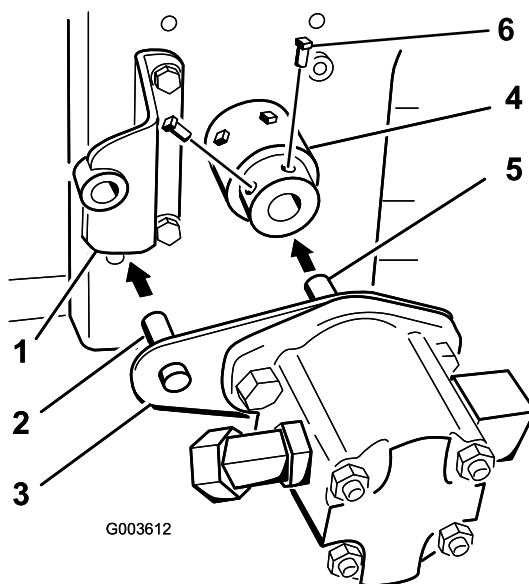

Figure 20
9. Insérez le goujon de la plaque de pompe dans le support de pompe quand vous montez l'arbre de pompe hydraulique dans l'ensemble moyeu. L'arbre de pompe hydraulique va toucher l'extrémité de l'arbre de PDF du moteur (Figure 20).
11. Appliquez du produit Loctite® bleu sur les 2 vis de fixation (5/16 x 3/4 po) et placez-les dans l'ensemble moyeu pour le fixer à l'arbre de la pompe hydraulique (Figure 20).